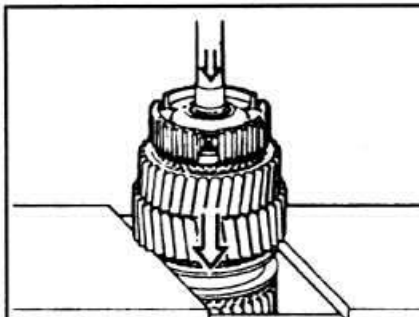

Рис. 5-14. Снятие ступицы синхронизатора V передачи и заднего хода
- Снять ступицу синхронизатора (рис. 5-14), блокирующее кольцо синхронизатора передачи заднего хода, шестерню заднего хода, игольчатый подшипник и шестерню I передачи.